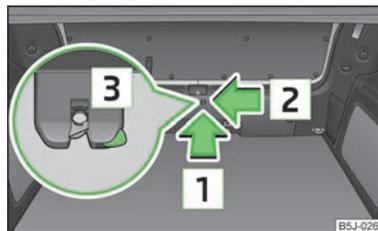

Abb. 18 Notentriegelung der Gepäckraumklappe
- In die Öffnung in der Verkleidung in Pfeilrichtung » Abb. 18 einen Schraubendreher oder ein ähnliches Werkzeug bis zum Anschlag einführen.